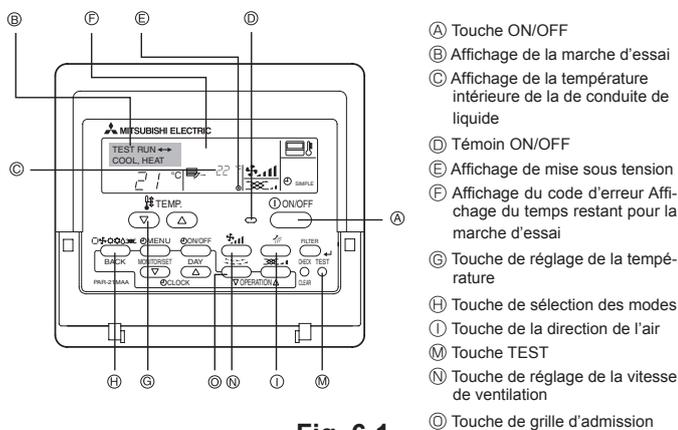

Fig. 6-1
6. Marche d'essai (Fig. 6-1)
Utilisation de la télécommande filaire (Fig. 6-1)